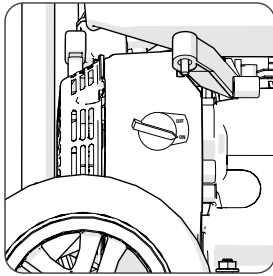

Fig 5
- Detenga el motor girando el interruptor de encendido a la posición de apagado ("OFF"). **(Fig. 5)**